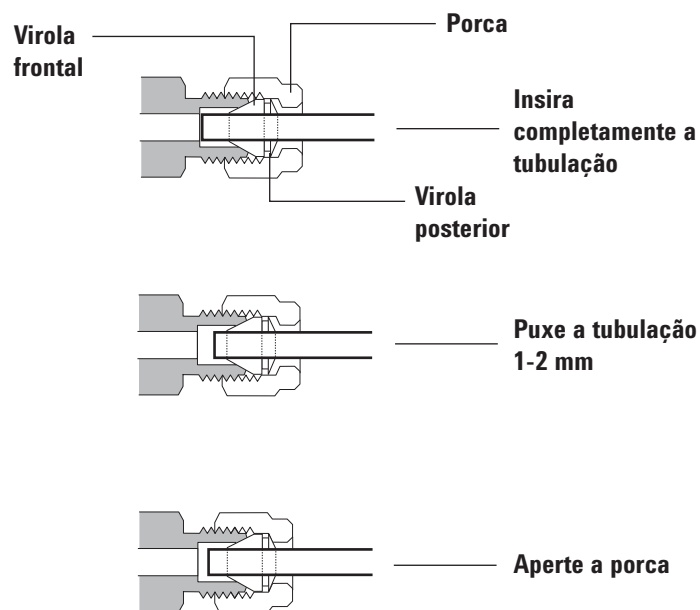

Figura 19 Inserir a tubulação
- 5 Empurre a tubulação totalmente para dentro do plugue e depois puxe-a para fora aproximadamente 1 a 2 mm (consulte a Figura 19).